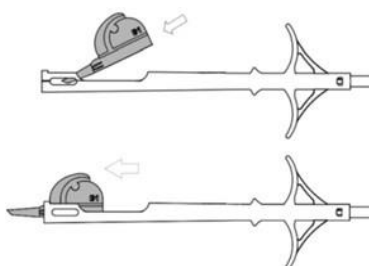

Fig. 2
10. Introduceți cartușul blocat în zona de introducere a cartușului din injector precum ilustrat în Fig. 2.